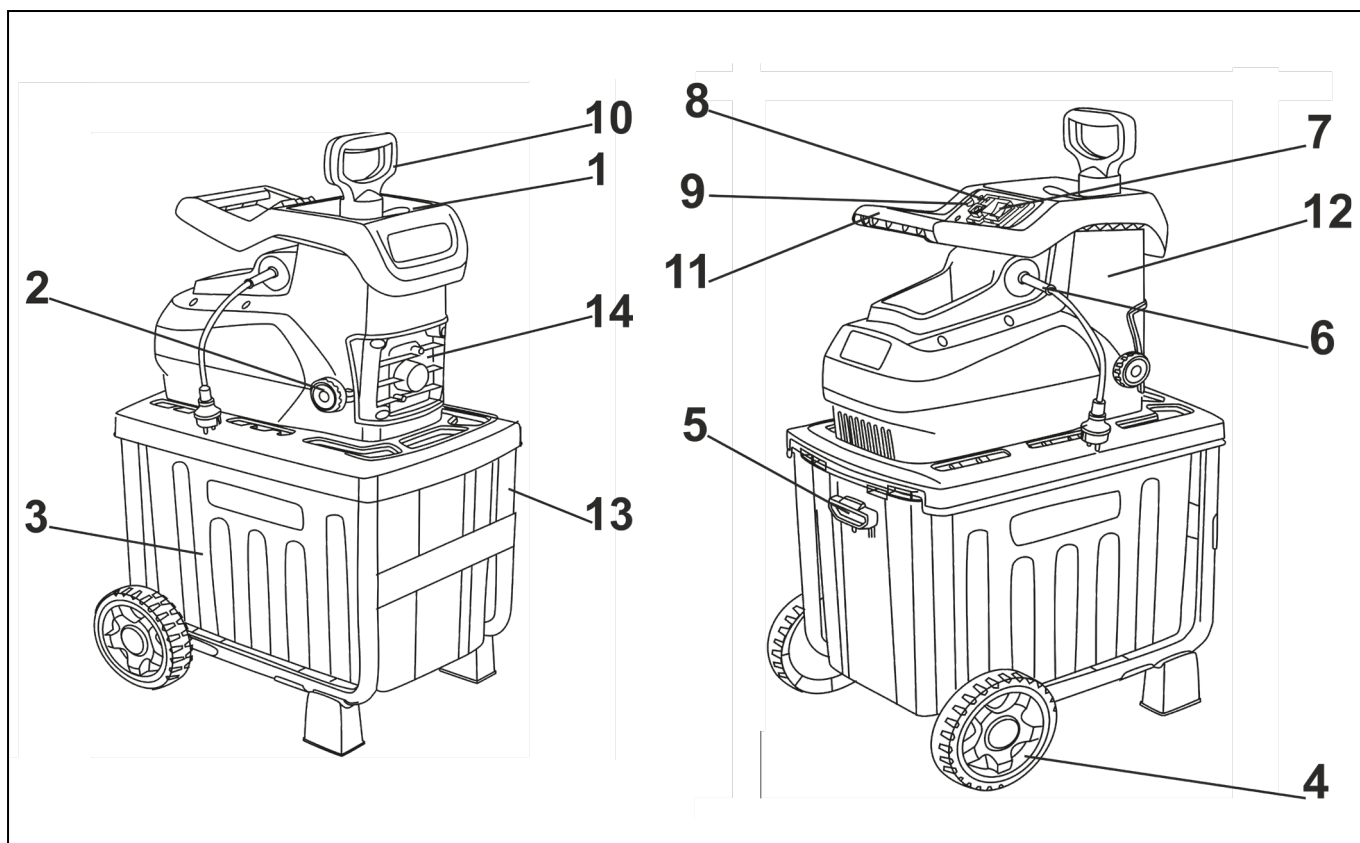
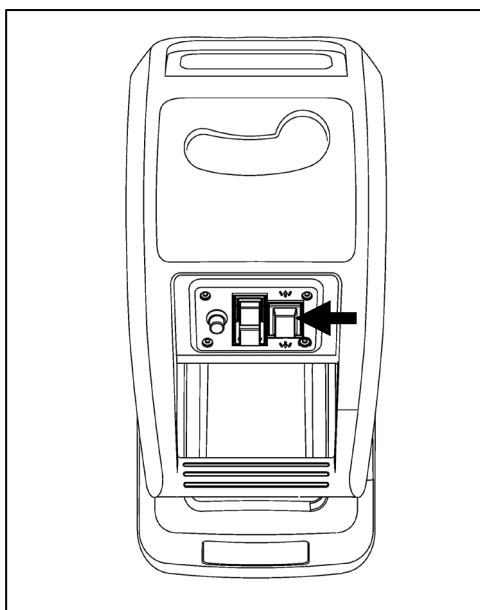

Рис. 3. Общий вид модели ESH-2800PRO
Рис. 13. Кнопка обратного вращения режущей шестерни (на примере ESH-2800PRO)
3. Вращением ручки 2 (рис. 3) регулировки степени измельчения против часовой стрелки установите максимальный зазор (для модели ESH-2800PRO).
Для модели ESH-2800PRO, в зависимости от типа перерабатываемых отходов, установите необходимую степень измельчения. Вращение ручки 2 (рис.3) по часовой стрелке уменьшает зазор между плитой и режущей шестерней, и, соответственно, уменьшает грубость перемалывания мульчи. При этом следите, чтобы регулировочная плита не касалась режущей шестерни.
Для модели ESH-2800PRO корпус для прочистки от опилок не открывается. В случае засорения используйте функцию обратного вращения режущей шестерни (рис. 13), а также ручку 2 (рис. 3) регулировки степени измельчения (выкрутить ручку в крайнее положение против часовой стрелки).